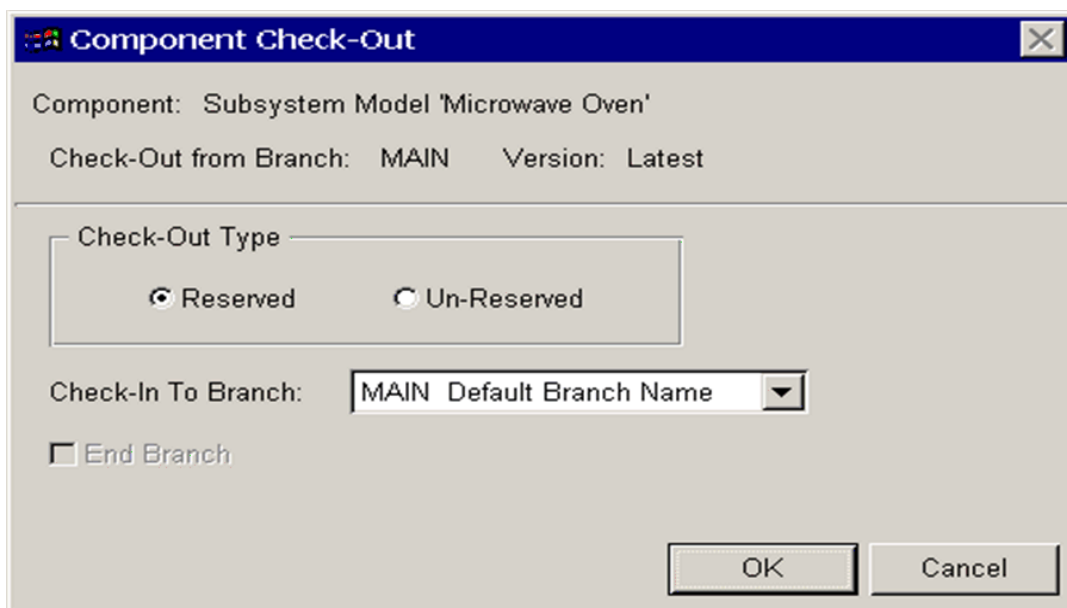

図 5-7: [Component Check-Out] ダイアログボックス
- ☐ Model Builder インデックスウィンドウの [Subsystem] セクションで、[Main 2.0] ボタンを押します。ドロップダウンメニューの [Check-Out Latest from Domain Repository] を選択します。[Component Check-Out] ダイアログボックスが表示されます (図 5-7)。